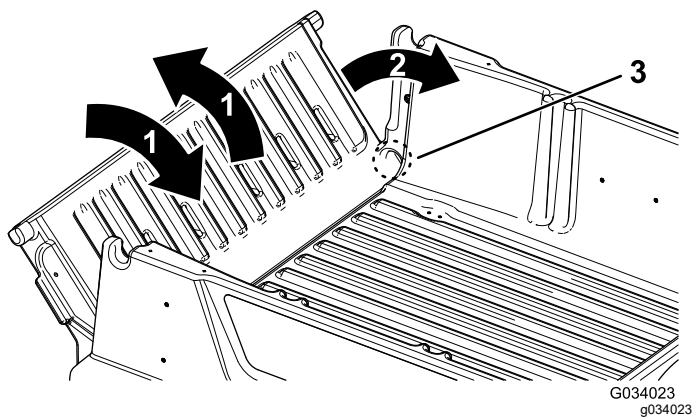

图 18
2. 然后将尾门旋转到大约 45 度的位置图 18。
3. 以短促震动的方式前后旋转尾门几次图 18。